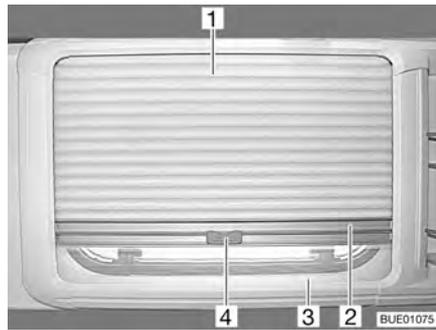

Fig. 59 Ventana abatible
- Sujetar el estor plegable (Fig. 59,1) por el centro del agarradero (Fig. 59,2), tirar de arriba hacia abajo y soltarlo a la altura deseada. El estor plegable se queda fijo a esta altura.
- Tirar del tirador (Fig. 59,4) de la mosquitera enrollable (Fig. 59,3) hacia arriba hasta que choque con el estor plegable (Fig. 59,1).
- Inclinar el tirador (Fig. 59,4) de la mosquitera enrollable.